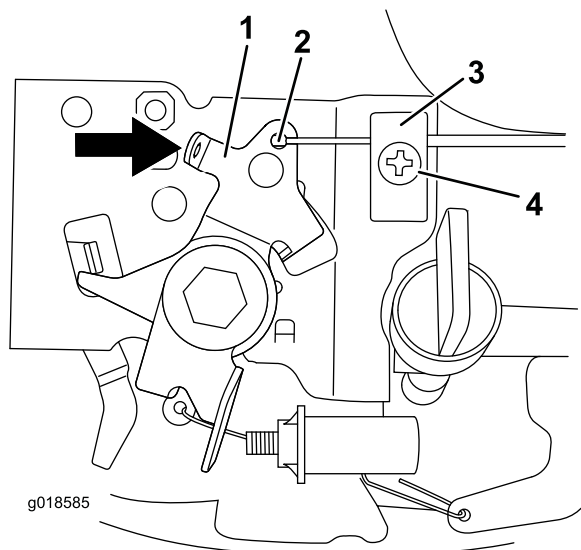

図 4
8. レバーを「ロック」位置一杯まで押す (図 4)。
9. ドッグエンドをレバーに引っ掛け、ブレーキコントロール・ケーブルをピンと張って、ねじを締め付ける (図 4)。